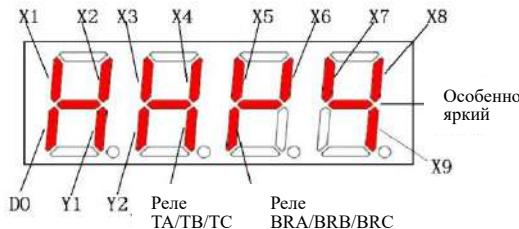

Рис. 6-29 Схема отображения текущего состояния статуса клемм
- ◆ Текущее состояния клемм отображается четырьмя цифрами на светодиодном дисплее без индикатора единиц измерения. Специфическое значение отображено на рис. 6-29